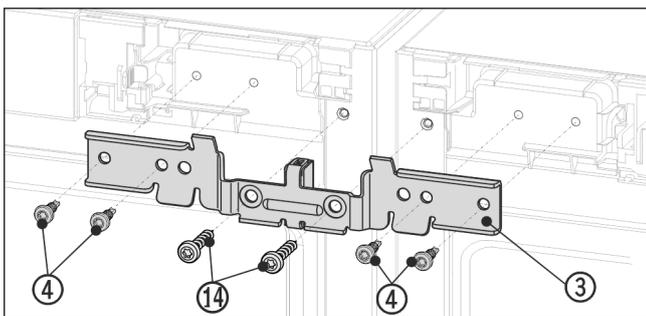

Fig. 13 例图
- ▶ 使用间隔垫片将角 Fig. 13 (3) 推入设备和销钉上。使用四颗螺栓 Fig. 13 (4) 连同先前旋出的地脚螺栓 Fig. 13 (14) 左右交替旋松角。